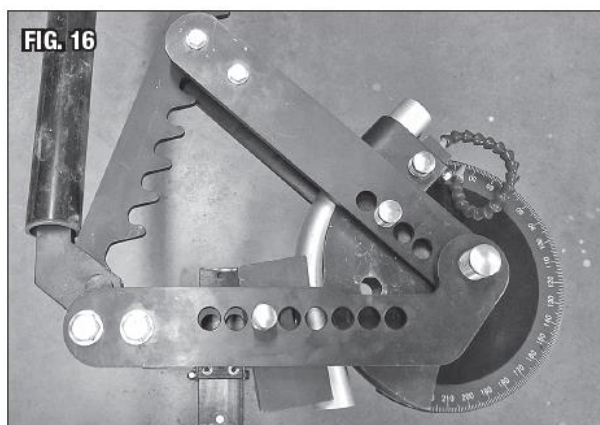

Рис. 16
9. Как только вся полезная длина трещотки будет достигнута, и диапазон гибки закончится, направляющий штифт (M) $\varnothing 7/8$ "x5-3/8" [Ø22x136 мм] должен быть вытаснен и перемещен в приводном звене и далее по направлению к центру формы (Рис.16).